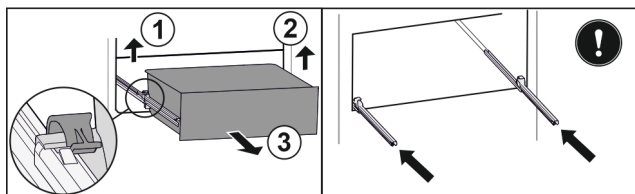

Fig. 119
- Повдигнете лявата скоба и едновременно с това изтегнете напред чекмеджето отляво. Fig. 119 (1)
- Повдигнете дясната скоба и едновременно с това изтегнете напред чекмеджето отдясно. Fig. 119 (2)
- Извадете чекмеджето напред. Fig. 119 (3)